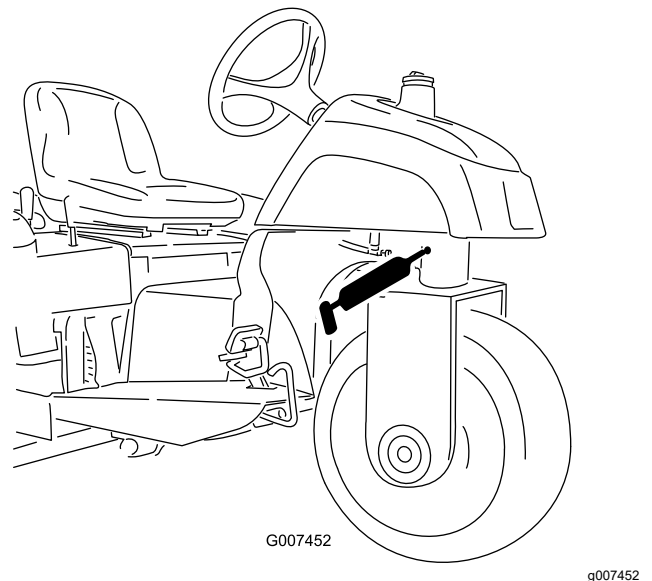

Figura 22
- 1 Rolamento do eixo da direção (Figura 22).